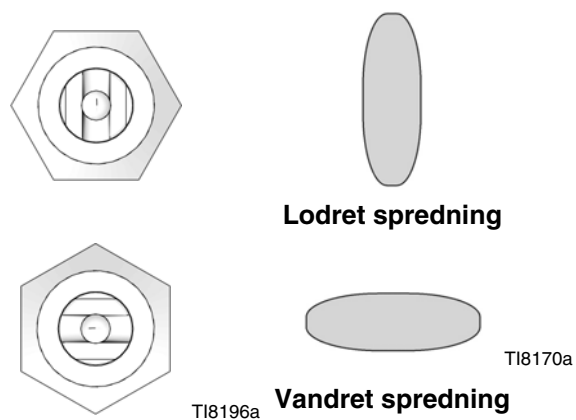

FIG. 8: Spredning
Følg servicenoterne i fig. 8 og 9, når pistolen samles igen.
2. Skru de fire skruer (14) af, og fjern pistolen fra manifolden.
3. Skru dyseholdemøtrikken (7) af. Fjern sprøjtedysen (9) og pakningen (8). Se fig. 8 og 9.
4. Skru stempelhætten (18) af stempelhuset (1). Fjern fjedrene (20 og 19).
5. Løsn væskeløbets stilleskrue (16) med den medfølgende skruenøgle (34). Fjern løbsstoppet (17).